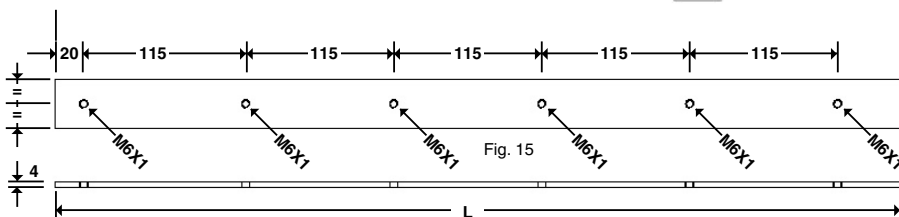

Fig. 15
- Predisporre un piatto di acciaio di spessore minimo 4mm, lunghezza pari a $L = \text{Larghezza Anta} - (2 \times 50)$, larghezza opportuna a garantire un solido e sicuro fissaggio tra profilo inferiore ARIETE e traverso superiore **B**. Forare e filettare il piatto seguendo le indicazioni sull'intera lunghezza (Fig. 15).